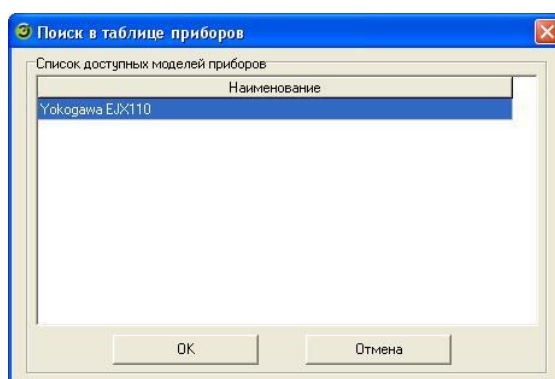
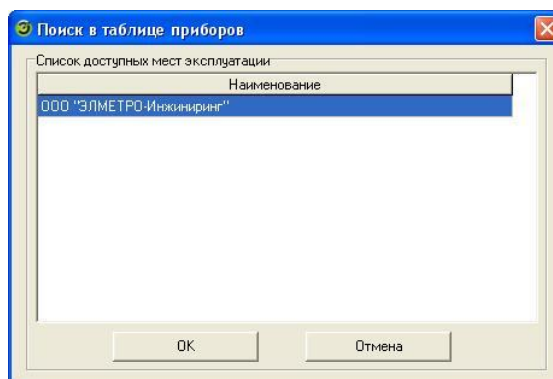

Рисунок 3.4.18 – Быстрое добавление модели поверяемого прибора
Рисунок 3.4.19 – Быстрое добавление места эксплуатации поверяемого прибора
- Общие характеристики поверяемых приборов. Возможна фильтрация по полному или частичному заданию модели, места эксплуатации, серийного и инвентарного номеров поверяемого прибора. Также возможно быстрое добавление модели и места эксплуатации из списка ранее созданных поверяемых приборов нажатием кнопки «+» (рисунок 3.4.18, рисунок 3.4.19). Следует отметить, что формируемый список быстрого добавления модели прибора зависит от текущего выбора типа прибора.